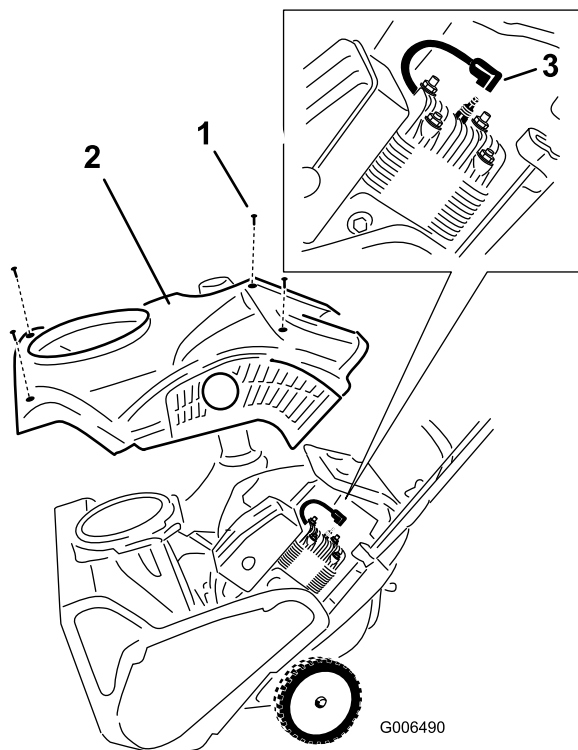

Figure 26
6. Enlevez le carénage (Figure 26).